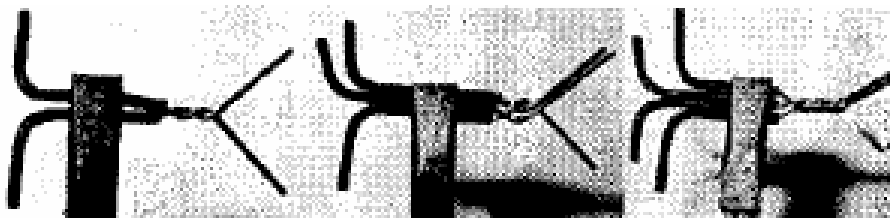

Figura 10.22
3. Continue segurando os condutores com auxílio de um alicate e inicie as primeiras voltas (espirais) com os dedos (**figura 10.22**).